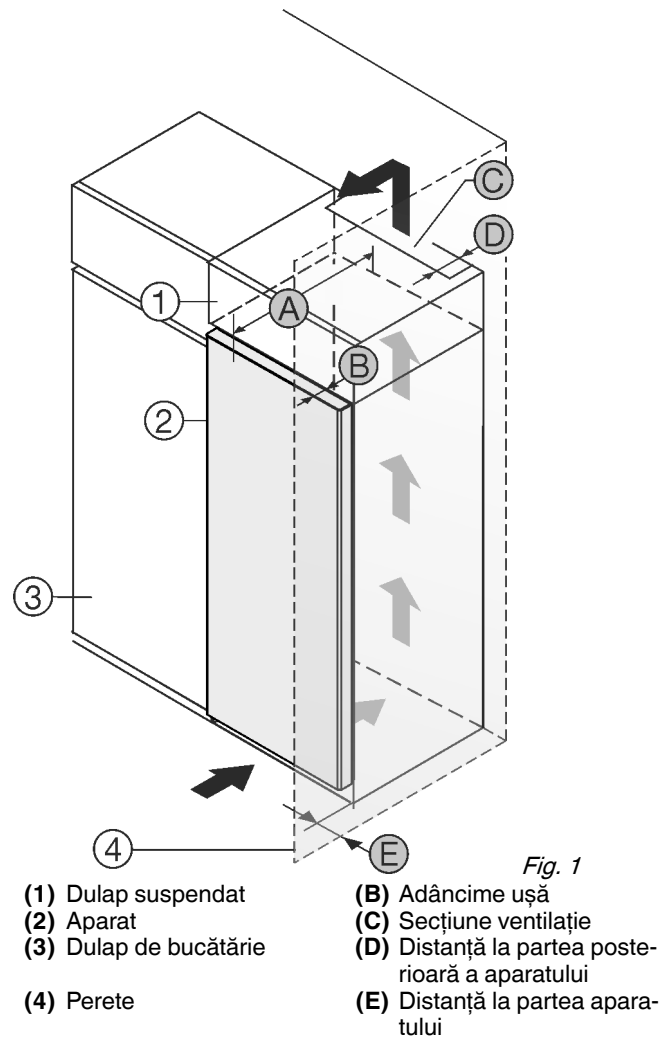

Fig. 1
Amplasați aparatul direct lângă dulapul de bucătărie Fig. 1 (3).
În partea din spate a dulapului suspendat trebuie să existe o fantă de aerisire cu grosimea Fig. 1 (D) pe toată lățimea dulapului suspendat.
Sub tavanul încăperii trebuie să fie respectată secțiunea de ventilație Fig. 1 (C).
Atunci când aparatul este montat cu balamalele lângă un perete Fig. 1 (4), distanța dintre aparat și perete trebuie să fie de minimum 40 mm. Această valoare corespunde proeminenței mânerului cu ușa deschisă.
Pentru a putea deschide complet ușa, aparatul trebuie să fie proeminent cu cel puțin adâncimea ușii Fig. 1 (B) față de suprafața frontală a dulapului de bucătărie. În funcție de adâncimea dulapurilor de bucătărie Fig. 1 (3) și utilizarea distanțierelor de perete, aparatul poate ieși mai mult în afară.*